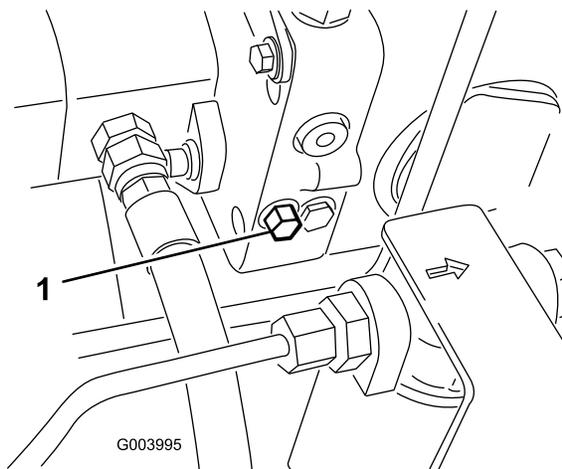

図 36
1. バイパスバルブはヒドロスタットの左側にある 図 36。バイパスバルブを右または左11.5回転させると内部でバイパスが形成される。これにより、トランスミッションを破損することなく、機械を押して低速で移動できるようになる。